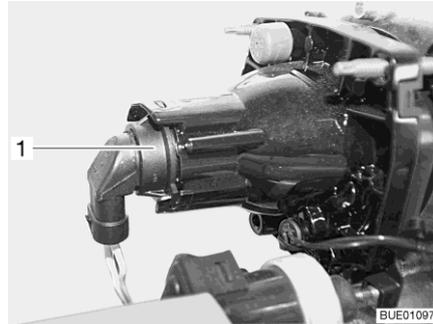

Fig. 213 Luz de cruce / luz larga / luz de estacionamiento
- Meter la mano detrás del portalámparas (Fig. 213,1).